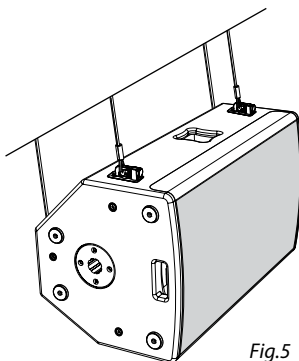

Fig.5
- Installazione orizzontale singola a 4 punti (fig.5).
- Single 4 points horizontal installation (fig.5).